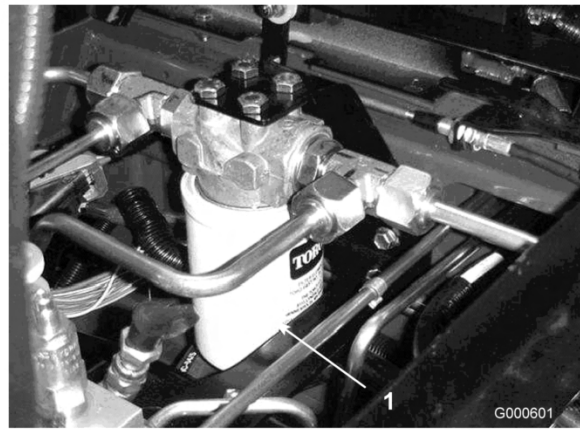

Figura 56
2. Limpie la zona de montaje del filtro. Coloque un recipiente debajo del filtro y retire el filtro (Figura 56 y Figura 57).